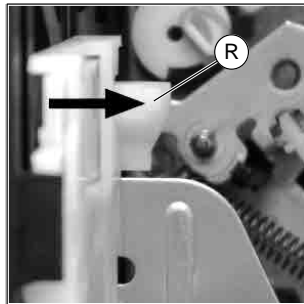
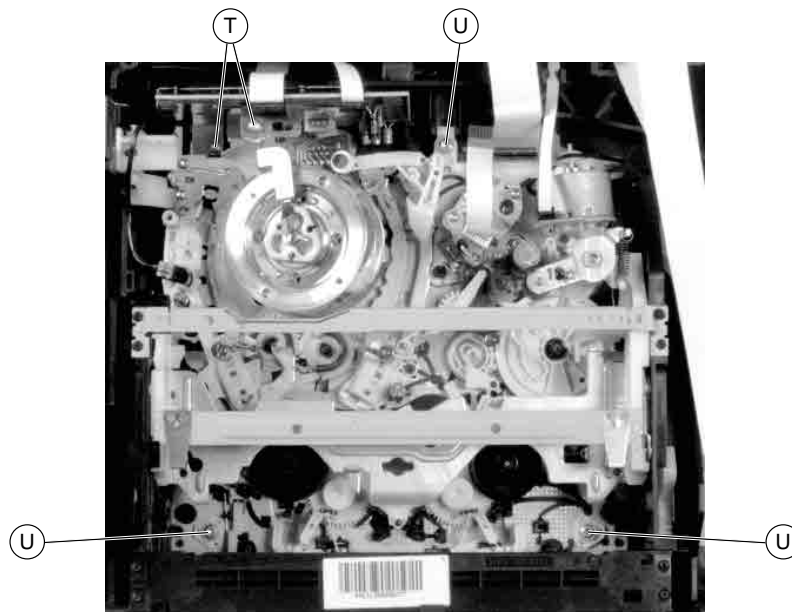

Fig. 8
Fig. 10
- Retirez les vis (T), débranchez les connecteurs et retirez l'ampli de têtes par le haut (Fig. 10).
- Ouvrez les verrous (R) (Fig.8) et (S) (Fig.9) du logement de cassette et poussez celui-ci suffisamment vers l'intérieur pour rendre les vis (U) (Fig.10) accessibles.
- Dévissez les vis (U) (Fig.10) et débranchez les connecteurs de liaison avec les étages électroniques si nécessaires.
- Undo the screws (T), unplug the connectors and raise the Head Amplifier Board to remove it (Fig. 10).
- Release the locks (R) (Fig. 8) and (S) (Fig. 9) of the cassette compartment and move it inwards to gain access to the screws (U) (Fig. 10).
- Undo the screws (U) (Fig. 10) and unplug the connectors to the electronics if necessary.